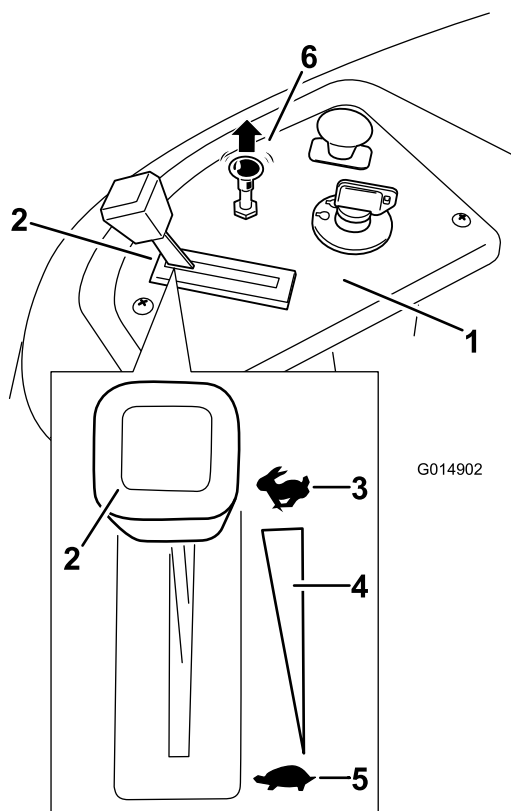

Figura 13
- Tirate verso l'alto il comando dello starter prima di avviare il motore a freddo (Figura 13).
2. Portate la leva dell'acceleratore in posizione Fast (Figura 13).